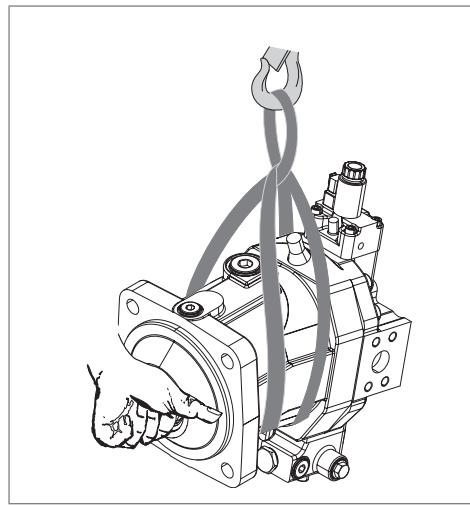

Abb. 5: Transport mit Hebeband A6VM
- ▶ Legen Sie das Hebeband so um die Axialkorbeneinheit, dass es weder über Anbauteile (z. B. Ventile, Magnete oder Verrohrung) verläuft, noch dass die Axialkorbeneinheit an Anbauteilen aufgehängt wird (siehe Abb. 5).